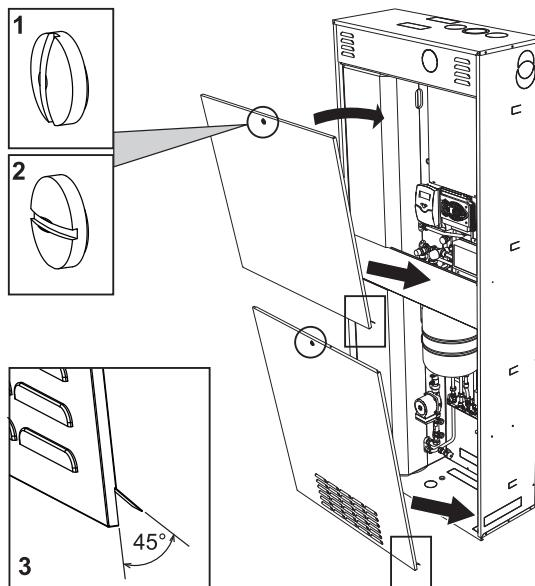

fig. 56 - Apertura mantello
1. Con una moneta o un cacciavite agire sulla serratura (1 = chiuso - 2 = Aperto - fig. 56).
3. Quando si richiude il portellone, verificando che le linguette inferiori siano in posizione corretta (rif. 3 - fig. 56) e si incastrino nelle apposite sedi sull'involucro.